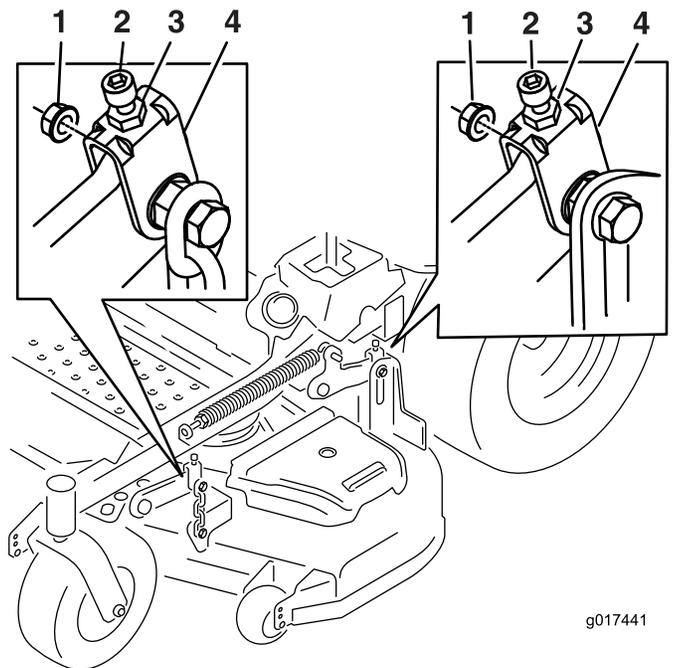

Figure 76
précisément la vis de réglage en la tournant de manière à obtenir une hauteur de 7,6 mm (voir Figure 76).
16. Ajustez précisément la vis de réglage en la tournant de manière à obtenir une hauteur de 8,3 mm (Figure 76).